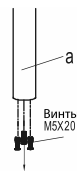

Рис. 1А
1. Извлеките 3 винта М5х20 из нижней части стойки (а), открутив их при помощи шестигранного ключа (Е) (рис.1А).